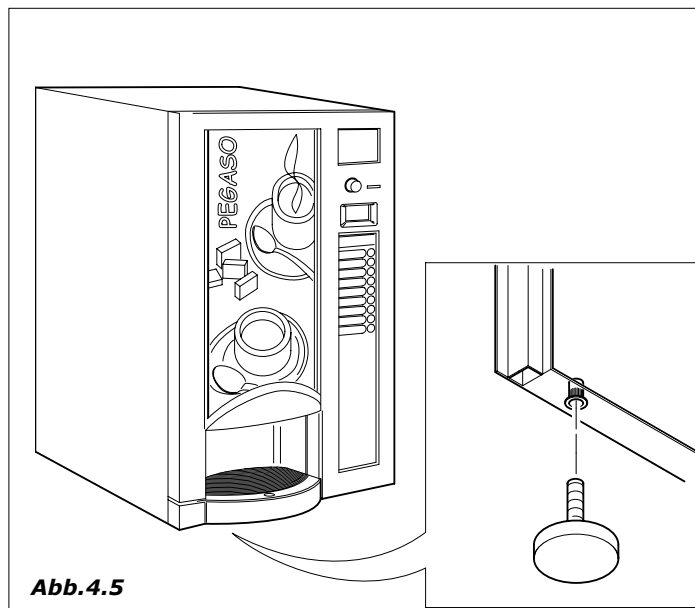

Abb.4.5
- Die Palette entleeren und die 4 Stützfüße in die Gewindeöffnungen (Abb. 4.5) einsetzen, die durch die Schrauben (A) frei geworden sind.